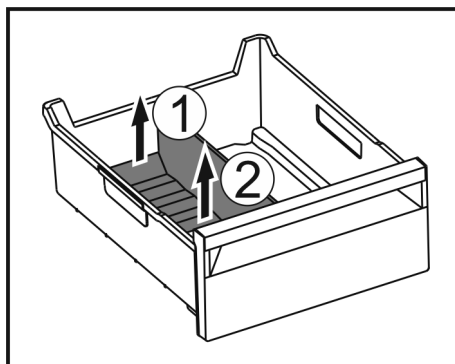

Fig. 183
- Zdvihnute zadnú časť oddelovača zásuvky na ľad. Fig. 183 (1)
- Odoberte oddelovač zásuvky na ľad nahor. Fig. 183 (2)